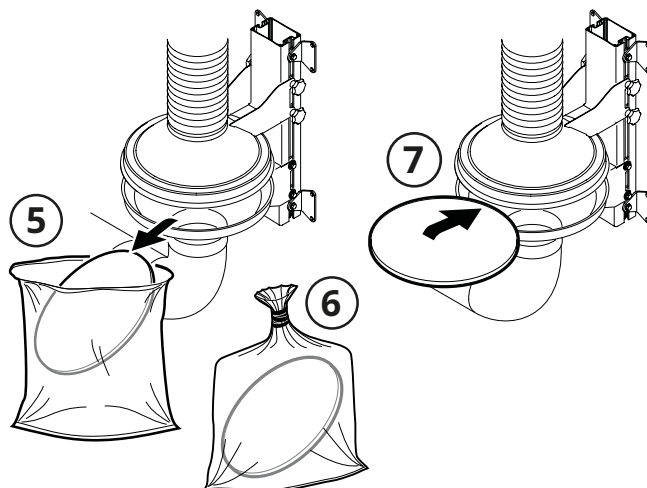

Fig. 18
4. Lyft ut metalltrådsfiltret från nedre konan och placera i Filterpåse CFE PCW3 (5, Fig. 18). Förslut påsen (6) och avyttra, eller rengör metalltrådsfiltret med neutrala rengöringsmedel under ljummet kranvatten.
6. Placera det nya eller rengjorda metalltrådsfiltret i nedre konan (7) och förslut samt anslut samtliga detaljer som lossats under demonteringen.